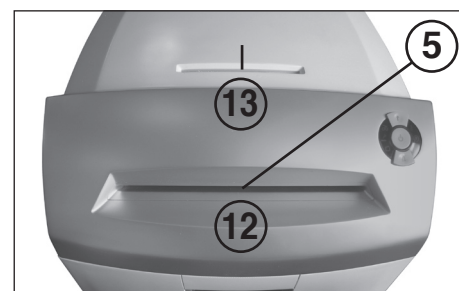

Fig. 3
#### 5 = Lichtslot (bij vooruit draaien) (Fig. 3)
#### 12 = Papiertoevoergleuf (Fig. 3)
#### 13 = Veiligheidstoevoergleuf (Fig. 3)
**Papier** voert u in via de papiertoevoergleuf (12) (Fig. 3).
**Gegevensdragers** (cd's, dvd's of creditcards) voert u in via de aparte veiligheidstoevoergleuf (13) (Fig. 3). Het apparaat begint automatisch vooruit te lopen, trekt het materiaal naar binnen en schakelt na het versnipperen automatisch weer uit.